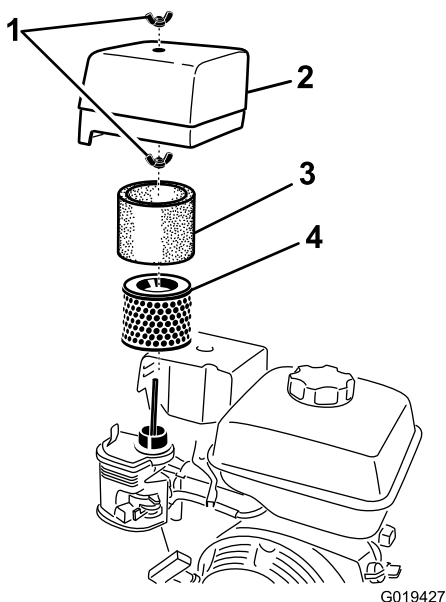

Figure 14
3. Retirez l'écrou de fixation du couvercle (Figure 14).
6. Retirez la mousse et les éléments en papier de la base (Figure 14).
7. Sortez l'élément en mousse de l'élément en papier (Figure 14).